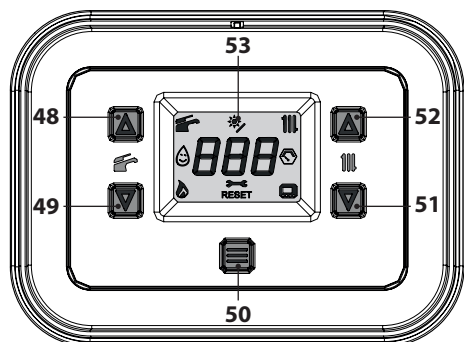

Figura 2.10
- Tenere premuto per 1 secondo il tasto 50 fino a far apparire sul display entrambi i simboli  e  Figura 2.10.